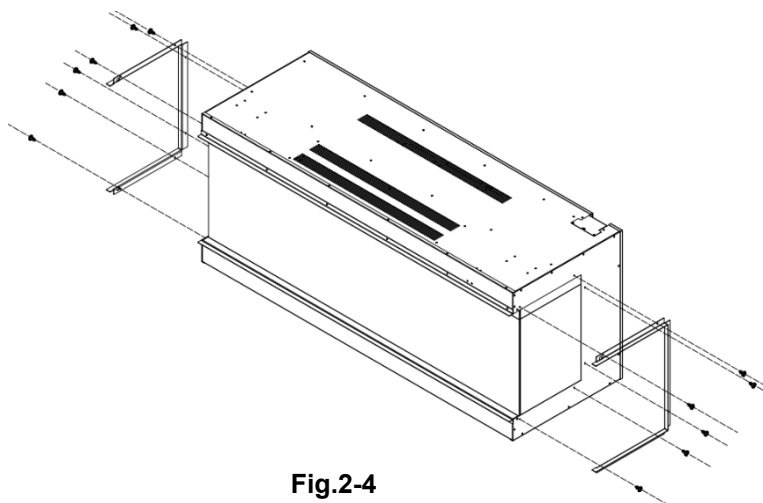

Fig.2-4
3. Voltar a fixar as barras de proteção depois de retirar os painéis. Fig.2-4